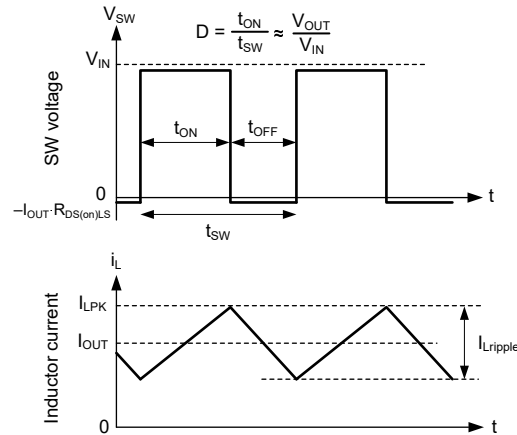

図 7-12. 連続モード (CCM) における SW 電圧とインダクタ電流の波形
以下に示すコンバータの動作説明は、機能ブロック図と図 7-12の波形を参照しています。CCM では、コンバータは内蔵ハイサイド (HS) およびローサイド (LS) NMOS スイッチをさまざまなデューティ サイクル (D) でオンにすることで、出力電圧のレギュレーションを実現します。HS スイッチのオン時間の間、SW ピンの電圧  $V_{SW}$  は  $V_{IN}$  の付近までスイングし、インダクタ電流  $i_L$  は線形的な傾きで増加します。HS スイッチは、制御ロジックによってオフにされます。HS スイッチのオフ時間 ( $t_{OFF}$ ) の間、LS スイッチはオンにされます。インダクタ電流は LS スイッチを通して放電され、LS スイッチの両端の電圧降下によって  $V_{SW}$  をグランドより低い電圧まで強制的にスイングさせます。一定の出力電圧を維持するため、制御ループはデューティ サイクルを調整します。D は、HS スイッチのオン時間をスイッチング周期で割った値として次のように定義されます。